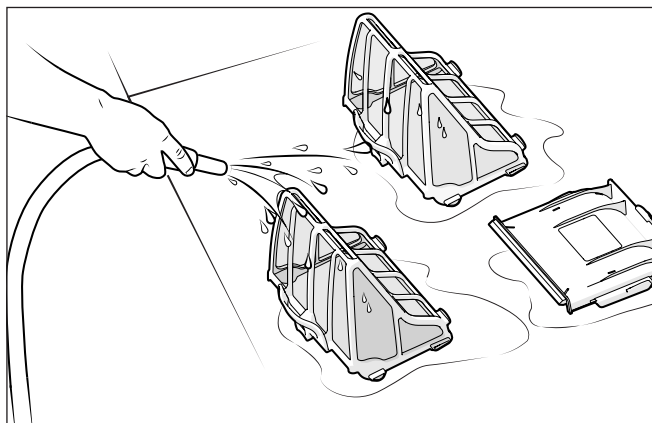

Figure 17. Laver le panier filtrant
- Vider tous les débris du panier filtrant, puis rincer le panier, le support et le robot nettoyeur à l'aide d'un tuyau, comme illustré à la Figure 17.